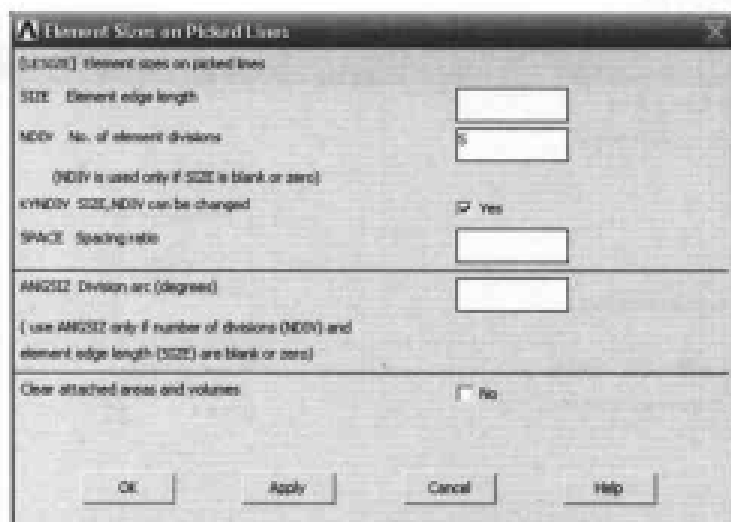

图 11-37 指定线段上单元等份数对话框
(5) 选择 Utility Menu | PlotCtrls | Numbering 命令, 出现 Plot Numbering Controls 对话框, 选择 LINE Line numbers 选项, 使其状态从 Off 变为 On, 其余选项均采用默认设置, 单击 OK 按钮关闭该对话框。
(6) 选择 Main Menu | Preprocessor | Meshing | Size Cntrls | MannualSize | Lines | Picked Lines 命令, 出现 Element Size on 菜单, 在文本框中输入 2, 4, 单击 OK 按钮, 出现 Element Size on Picked Lines 对话框, 在 NDIV No. of element divitions 文本框中输入 5, 如图 11-37 所示, 单击 OK 按钮关闭该对话框。